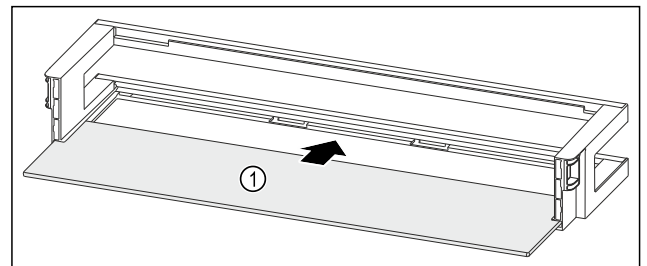

Fig. 118 Türabsteller mit Abstellfläche
- ▶ Abstellfläche Fig. 118 (1) in die seitlichen Aussparungen einschieben.